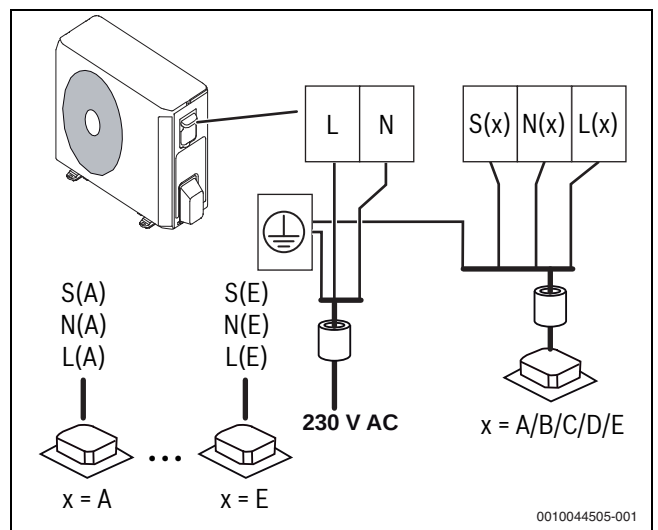

Bild 20 Außeneinheit anschließen
- ▶ Die Kommunikations-Kabel an der Zugentlastung sichern und an den Klemmen L(x), N(x), S(x) und  anschließen (Zuordnung der Adern zu den Anschlussklemmen wie bei der Inneneinheit) (→ Bild 20).